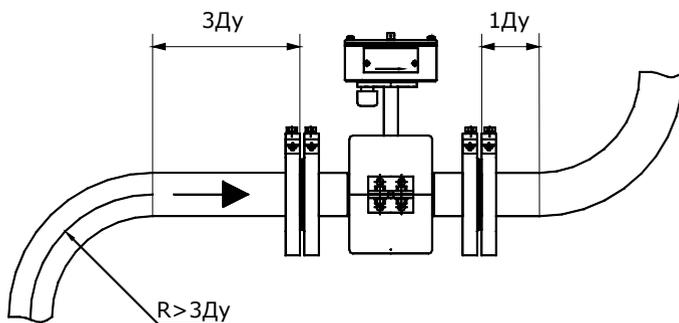

Рис. 8.4
8.2.5 Расходомер необходимо располагать в той части трубопровода, где пульсации и завихрения минимальные. При установке расходомера необходимо обеспечить прямолинейные участки трубопровода длиной не менее  $3 D_u$  до и  $1 D_u$  после ППР (см. рис. 8.4).